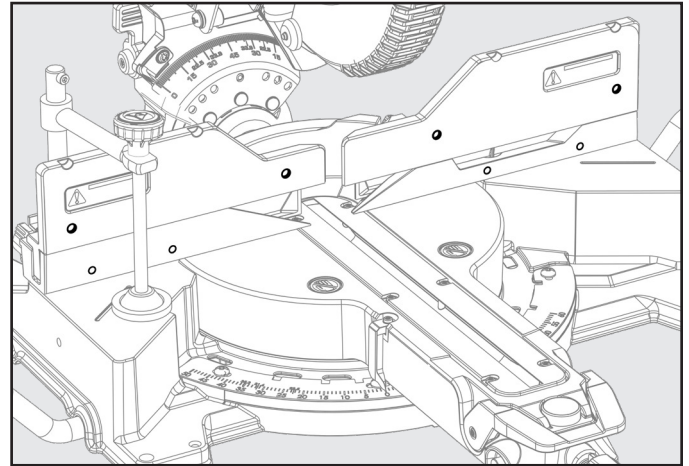

Figure 37
Voir Figure 37.
1. Placez le bois du guide auxiliaire contre le guide de la scie à onglets. Voir Figure 37. La hauteur maximale du bois ne **DOIT PAS** dépasser 5,5 pouce. Assurez-vous que le guide auxiliaire ne touche pas à la tête de la scie lorsqu'elle est en sa position la PLUS BASSE ainsi que lorsqu'elle est en sa position la PLUS RETIRÉE.